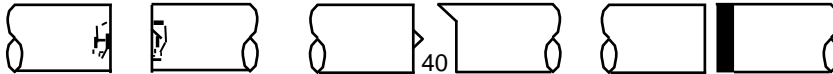

Figura 7-4 Cara extrema de la fibra defectuosa
- b) Determine si la cara extrema está disponible. Si está defectuosa, tiene rebabas, está muy sucia o si es demasiado grande el ángulo de la cara, no se puede realizar la conexión, como se muestra en la Figura 7-4. Es necesario volver a preparar la cara extrema de la fibra óptica. Si la imagen de la fibra está borrosa o se desvía evidentemente del centro de la pantalla, vuelva a instalar la fibra y limpie la fibra desnuda y la ranura de forma V;